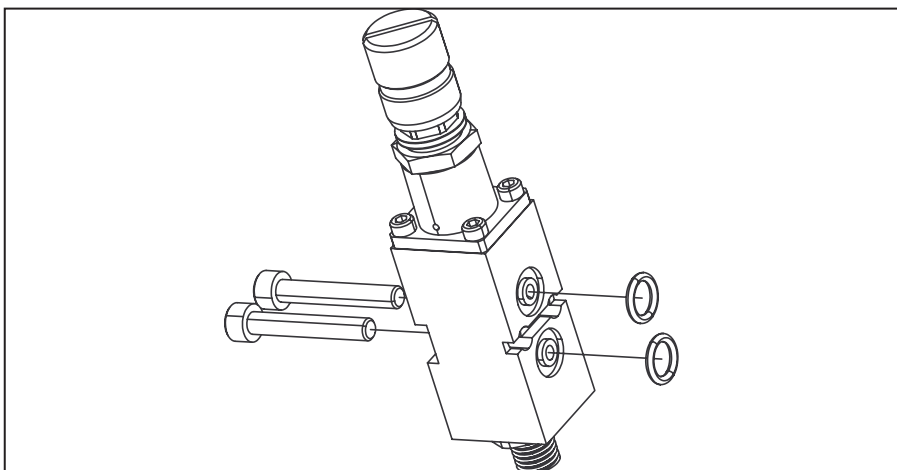

Bild 4: O-ringen plaatsen
6. Controleer of de bijgeleverde O-ringen volledig zijn en correct zijn bevestigd (zie afbeelding 4).